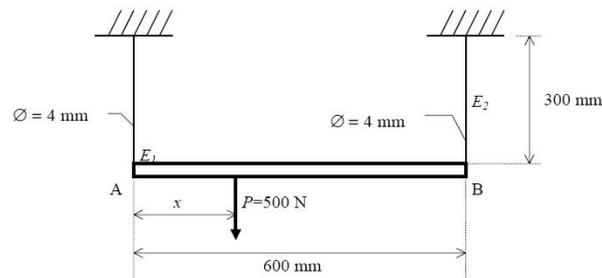

Figura 8: Figura Problema 4
4. La barra rígida que se muestra en la figura 8 está suspendida por dos cables de igual diámetro  $\phi = 4$ [mm], cuyos módulos de elasticidad son:  $E_1 = 2,1E5$ [MPa] y  $E_2 = 0,7E5$ [MPa]. La longitud de la barra es de  $600$ [mm] y la de los cables  $300$ [mm]. Se considera despreciable el peso propio de la barra. Dicha barra está sometida a una carga puntual  $P = 500$ [N]. Calcular la posición  $x$  de la fuerza para que los puntos A y B tengan el mismo descenso.